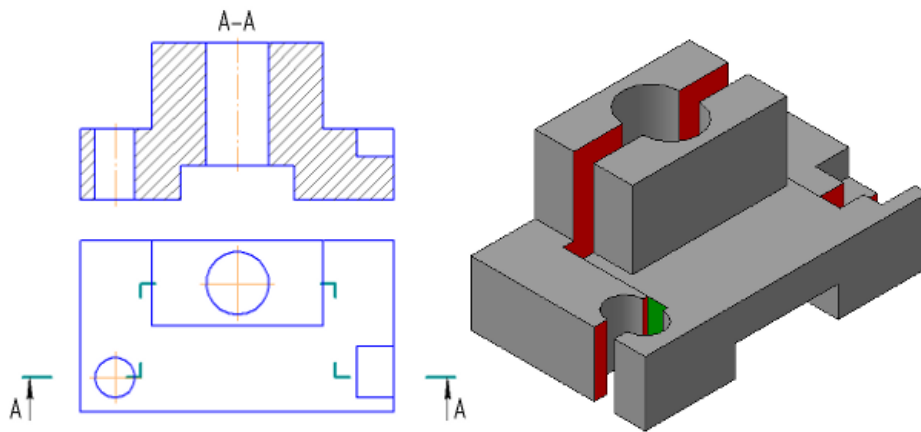

Рисунок 36 – Сложный — Ступенчатый разрез
- **ступенчатые**, если секущие плоскости параллельны (ступенчатые горизонтальные, ступенчатые фронтальные) (Рисунок 36);